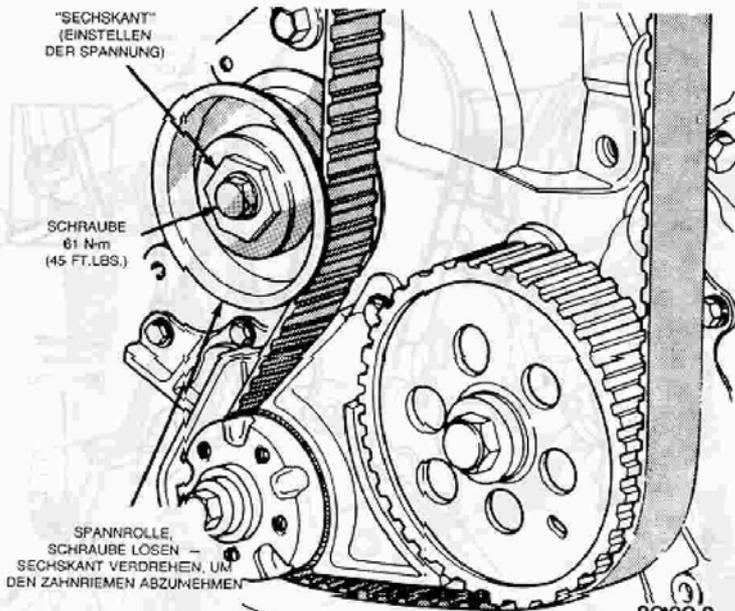

Abb. 6 - Zahnriemen ausbauen
(1) Spannrolle des Zahnriemens lösen (Abb. 6) und Zahnriemen ausbauen.